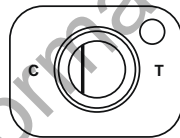

Fig. 1b. Negativ
- Negatives Ergebnis:** Ein Test kann bis 10 Minuten nach der Beigabe des *Substrats* nicht als negativ oder ungültig interpretiert werden. Eine einzelne blaue Linie ist auf der Kontrollseite („C“) des *Reaktionsfensters* sichtbar und es ist keine Testlinie auf der „T“-Seite des *Reaktionsfensters* sichtbar (Abb. 1b). Ein negatives Ergebnis zeigt an, dass entweder kein *C. difficile*-Toxin in der Probe vorhanden ist oder der Wert unterhalb der Nachweisgrenze des Tests liegt.